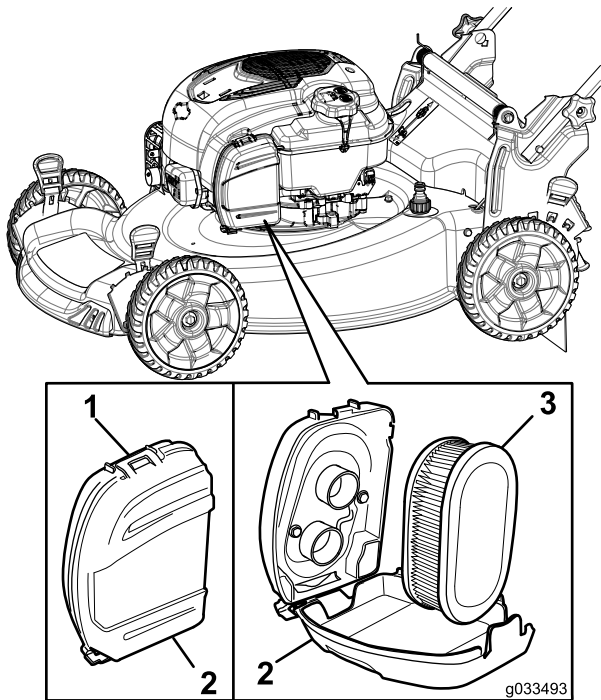

Figure 28
1. Déclipsez le haut du couvercle du filtre à air (Figure 28).
2. Retirez le filtre à air (Figure 28).